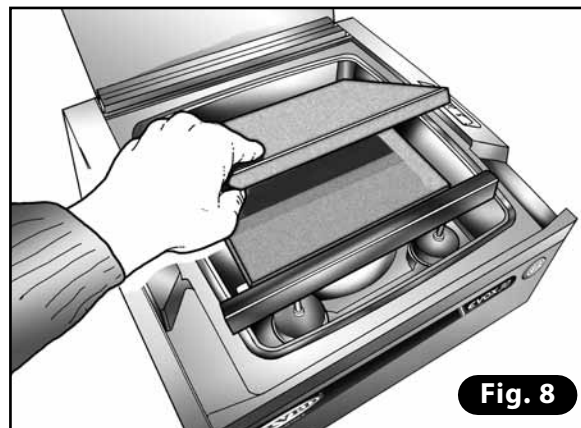

Fig. 8
- 4) Retirer les tablettes en PE de la cuve (**Fig. 8**).